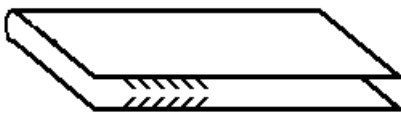

Bild 17-15
- **Gedoppelt** legen bedeutet, daß ein Material von 1,50m Breite einmal längs zusammengelegt wird (Bild 17-15). Das Schnittbild ist damit nur 0,75m breit und hat eine Spiegellinie. An die Spiegellinie